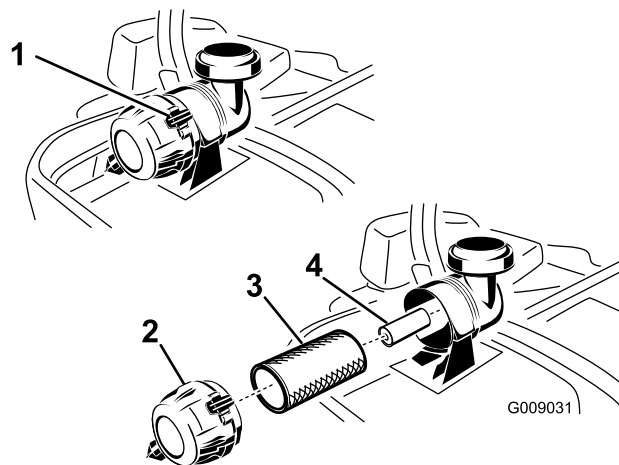

Bild 38
3. Üben Sie Druck aus, um die Riegel am Luftfilter zu lösen, und ziehen Sie die Abdeckung vom Gehäuse ab (Bild 38).
5. Schieben Sie den Hauptfilter vorsichtig aus dem Luftfiltergehäuse heraus (Bild 38). Vermeiden Sie ein Anstoßen des Filters an der Seite des Gehäuses.
1. Reinigen Sie den Papierfilter nicht sondern tauschen Sie ihn aus (Bild 38).
2. Wenn Sie den sekundären Luftfilter austauschen, schieben Sie ihn vorsichtig in das Filtergehäuse ein (Bild 38).
3. Schieben Sie den Hauptfilter vorsichtig auf den sekundären Filter (Bild 38). Stellen Sie sicher, dass dieser einwandfrei einliegt, indem Sie beim Einbauen auf den äußeren Rand des Filters drücken.
- Setzen Sie die Luftfilterabdeckung auf (Entlüfterdeckel nach unten) und drehen sie so, dass die Riegel in der Abdeckung einrasten (Bild 38).